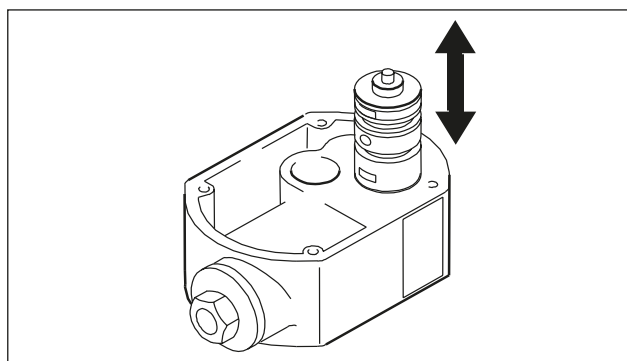

Fig. 18 – Montage du distributeur intérieur
- Le distributeur d'air se remplace sous forme d'ensemble complet (Fig. 18).